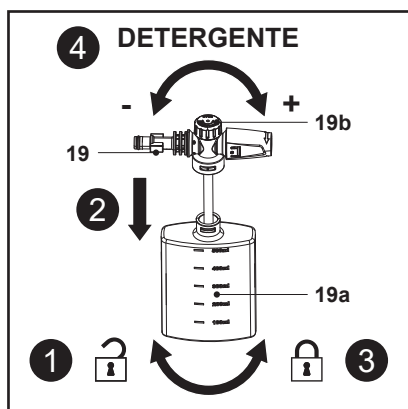

Fig. 11
Reabastecimento e utilização de detergente, conforme ilustrado na Fig. 11.
1. Segure o bocal do recipiente de detergente (19) e, em seguida, desbloqueie e remova o recipiente (19a) (Fig. 11, passo 1).
2. Certifique-se de que o tubo de fornecimento de água está devidamente fixo ao bocal (19) do detergente.
4. Coloque o bocal do recipiente de detergente (19) no recipiente (19a) (Fig. 11, passo 2).
5. Segure o bocal do recipiente de detergente (19) e, em seguida, bloqueie o recipiente (19a) firmemente no mesmo (Fig. 11, passo 3).
6. Rode o botão ajustável (19b) para a direita para realizar uma lavagem com dose alta de detergente e para a esquerda para efetuar uma lavagem com dose baixa de detergente (Fig. 11, passo 4).
7. Monte o bocal (19) do recipiente de detergente na pistola de pulverização (15).
8. O bocal (19) do recipiente de detergente está pronto a utilizar.